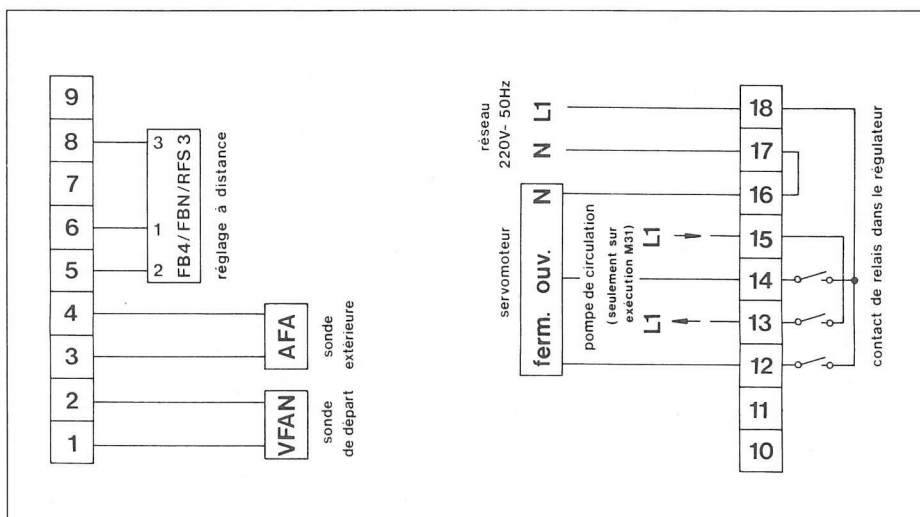

Fig. 10
4.1.2 Régulateur avec combiné FB4, FBN, RFS3 (fig. 10)
4.2.1 Régulation avec combiné RFS3 tenant compte de la température extérieure par sonde extérieure AFA (fig.10)